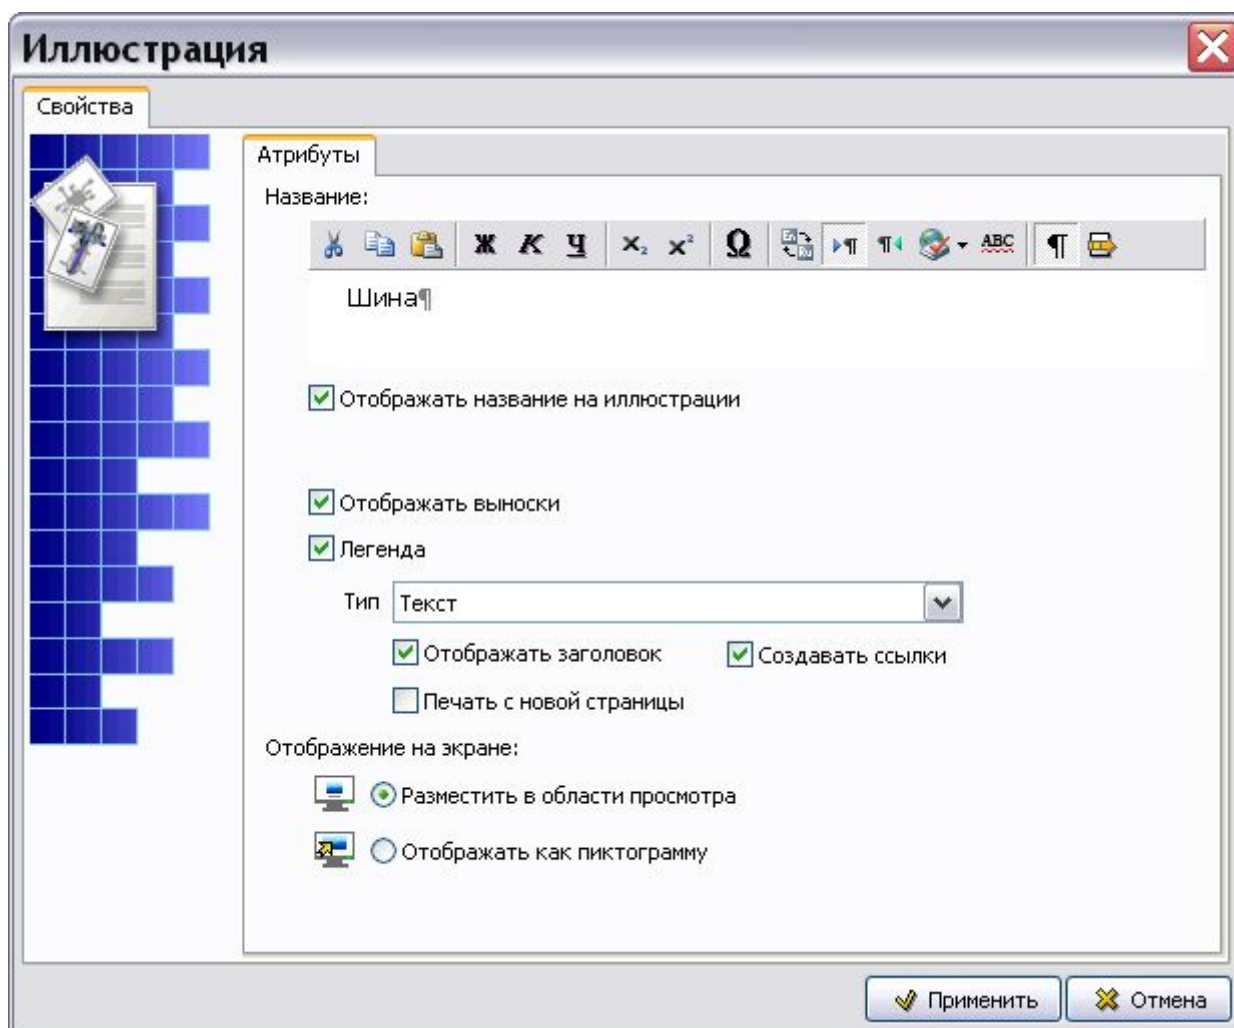

Рис. 6.45
4. В контекстном меню выберите пункт **Добавить иллюстрацию**. При этом откроется окно **Иллюстрация** (Рис. 6.45).